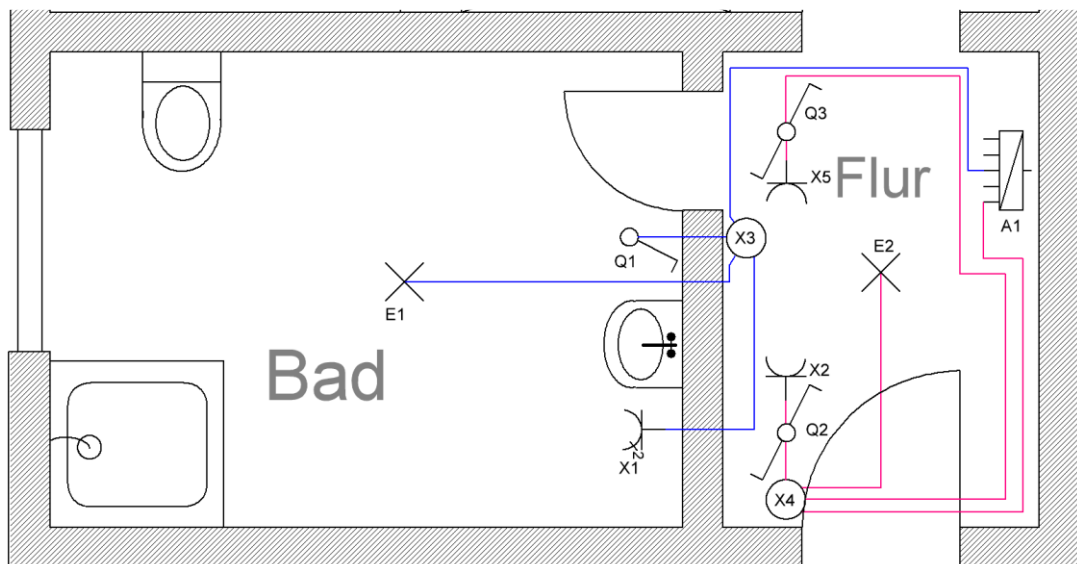

Abb. 28: Auszug des Installationsschaltplans der Wohnung von Klaus
Zeichne in den Auszug auf dem Installationsschaltplan in Abb. 28 (S. 60) bei der Duschwanne die **Bereiche 0, 1 und 2** ein und **bemaße Bereich 2**.
**L-Anmerkung:** Ggf. S darauf hinweisen, dass nur Bereich 0 „in der Wanne“ ist und Bereich 1 bis Wandhöhe  $\geq 2,25 \text{ m}$  verläuft und darin nur bestimmte fest angeschlossene Betriebsmittel angebracht werden dürfen, wenn Zuleitung von hinten durch Wand gelegt wird, z.B. Wasserpumpe, Lüfter, etc.). Dies geht aus Abb. 28 (S. 60) nicht hervor!